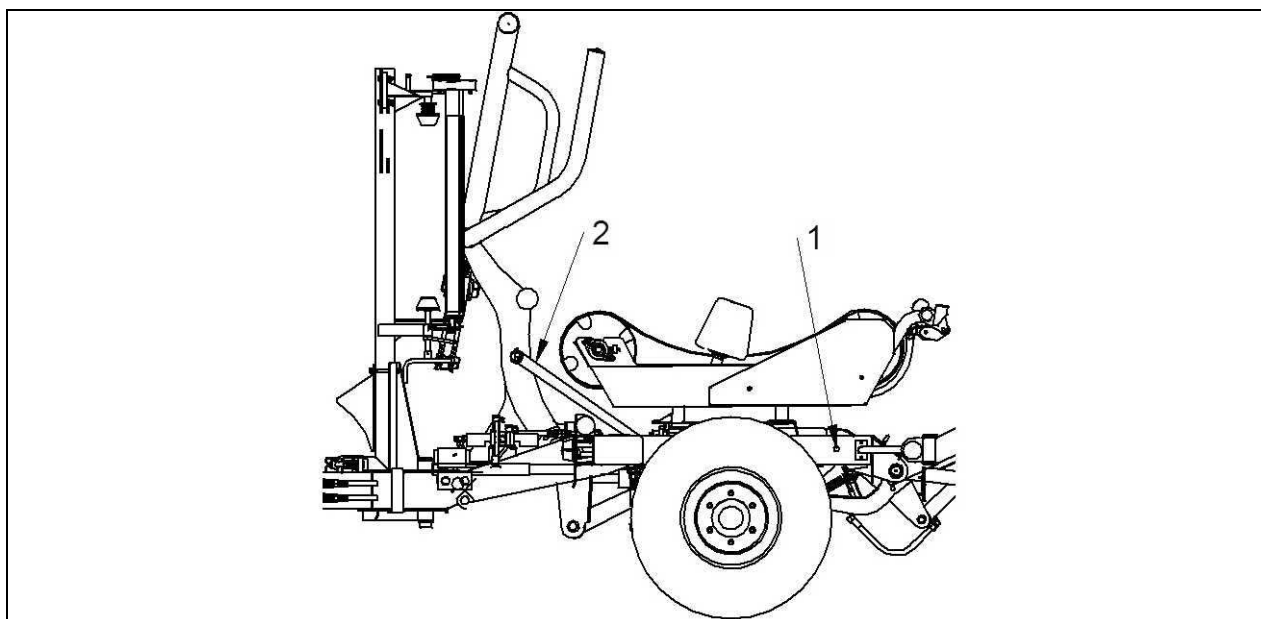

Рис. 15 Блокировка лапы-захвата на время езды по дорогам:
Лапу-захват после поднятия вверх предохранить от опускания БЛОКАДОЙ (2) см. Рис. 15 находящейся в комплекте машины (на нижней раме с левой стороны (1). Перед тем, как приступить к работе следует **обязательно снять БЛОКАДУ** и установить в предусмотренном для нее месте (1), предохраня пружинными чеками.